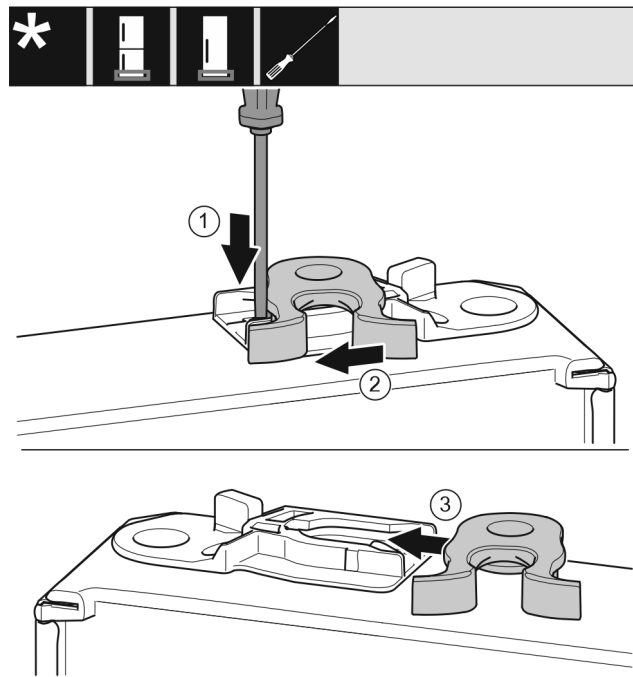

Fig. 24 \*
- ▶ Plochým šroubovákem přitlačte lamelu Fig. 24 (1) dolů.\*
- ▶ Vytáhněte petlici Fig. 24 (2) z vedení.\*
- ▶ Petlici Fig. 24 (3) zasuňte do vedení na druhé straně.\*